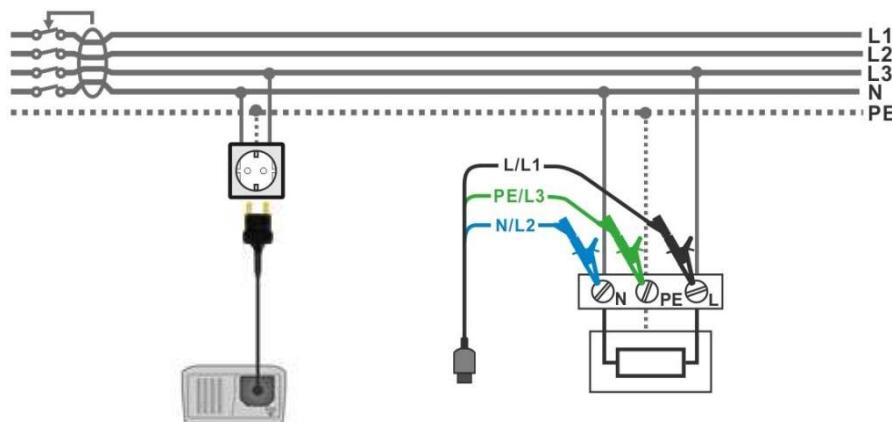

figura 5.17: Collegamento Lead Test e il puntale 3 fili
- Collegare** puntali al punto da testare (vedi figura 5.17).
<input type="checkbox"/> Collegare puntali al punto da testare (vedi figura 5.17).